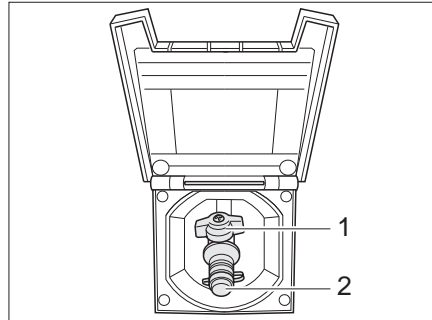

Bild 158 Externer Gasanschluss, Gasabsperventil geschlossen
Der externe Gasanschluss (Bild 158) befindet sich je nach Modell am Heck oder auf der linken bzw. rechten Fahrzeugseite.
- Externes Gasgerät an der Anschluss-Stelle (Bild 158,2) anschließen.
- Das Gasabsperventil (Bild 158,1) öffnen.